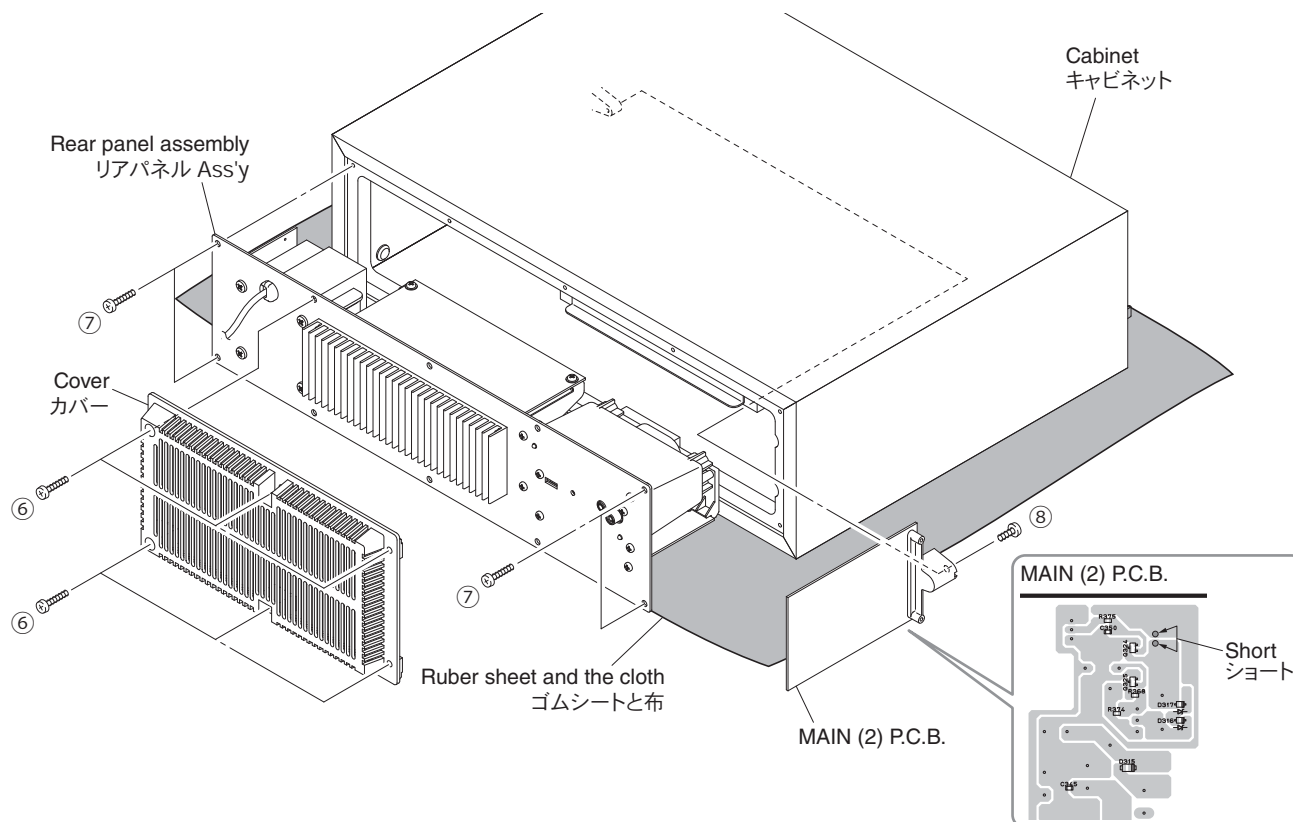

Fig. 4
- Remove 6 screws (⑥). (Fig. 4)
- Remove the cover. (Fig. 4)
- Remove 4 screws (⑦), and pull out the rear panel assembly. (Fig. 4)
- Remove screw (⑧). (Fig. 4)
- Remove the rear panel assembly together with the MAIN (2) P.C.B. (Fig. 4)
- ⑥ のネジ 6 本を外します。(Fig. 4)
- カバーを外します。(Fig. 4)
- ⑦ のネジ 4 本を外し、リアパネル Ass'y を引き出します。(Fig. 4)
- ⑧ のネジ 1 本を外します。(Fig. 4)
- リアパネル Ass'y を MAIN (2) P.C.B. と一緒に外します。(Fig. 4)
- Short between the collector and emitter of Q324 on MAIN (2) P.C.B. (Fig. 4)
- Apply the analog audio signal to the CB904 on DAC P.C.B. (Fig. 4)
* After checking the NS-WSW120, be sure to return the shorted points to their original condition. (Fig. 4)
- MAIN (2) P.C.B. の Q324 のコレクタとエミッター間をショートします。(Fig. 4)
- DAC P.C.B. の CB904 にアナログ音声信号を入力します。(Fig. 4)
※ チェック後は、ショートした箇所を元の状態に戻してください。(Fig. 4)